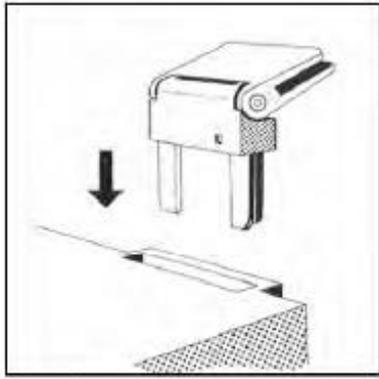

Рис.1
- Вставьте петли **2** в соответствующие пазузы (рис. 1).